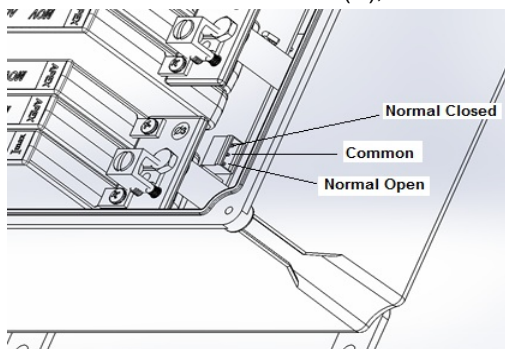

Figura 4: Cableado del relé de contacto seco
Paso 10: Los circuitos de anunciación remota pueden ser cableados a enchufes de conexión de relés de contacto seco a lo largo del borde del tablero principal. Los contactos están hechos para ser desenchufables, enchufes de 3 pines "estilo europeo". Consulte la Figura 4 para ver la disposición correcta del cableado de los contactos con referencia a las posiciones de los contactos de relé común (C), normalmente cerrado (NC) y normalmente abierto (NO).